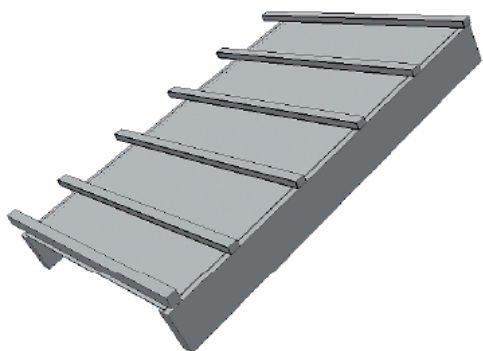

Bild 1.
1. Underlag av fribärande läkt (se bild 1):